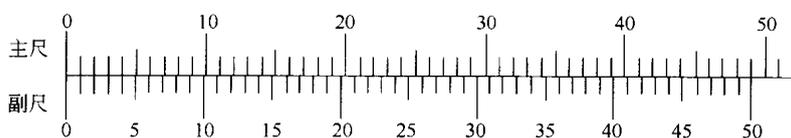

图 1-6 1/50 游标卡尺刻线原理
(3) 0.02mm (1/50) 精度游标卡尺 主尺每小格为 1mm, 副尺刻线总长为 49mm, 并均匀分为 50 格, 每小格为  $49/50=0.98\text{mm}$ , 则主尺 1 格与副尺 1 格距离之差为  $1-0.98=0.02\text{mm}$ 。如图 1-6 所示。